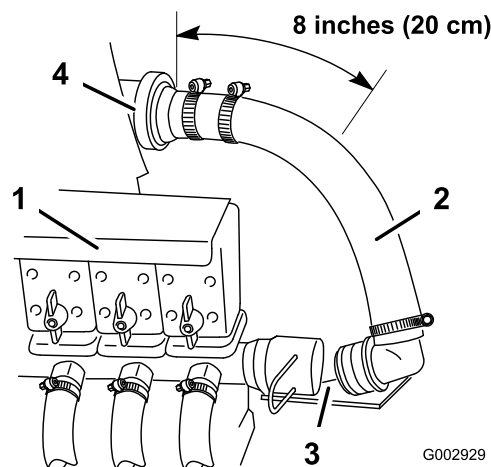

Figure 10
1. Retirez le dispositif qui maintient l'extrémité du flexible d'alimentation de la rampe branchée au raccord en T monté à droite des soupapes d'alimentation, et débranchez-le (Figure 10).
2. Avec une scie à métaux, coupez le flexible d'alimentation à 20 cm à droite du débitmètre (le cas échéant) ou à 114 cm de distance du raccord en T d'alimentation (situé juste derrière les soupapes de la rampe) (Figure 10) Retirez le collier au bout libre du flexible et mettez au rebut le flexible et le raccord.